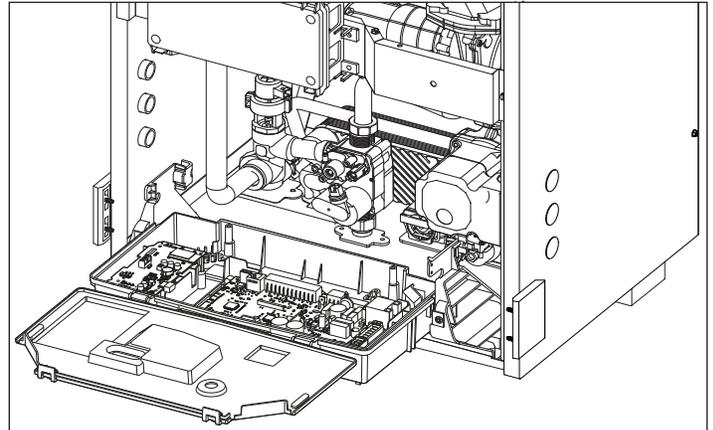

Figure 50 - Accès aux raccordements du câblage basse tension
- Ouvrez le couvercle du panneau de commande pour accéder à la carte principale. Voir Figure 50.